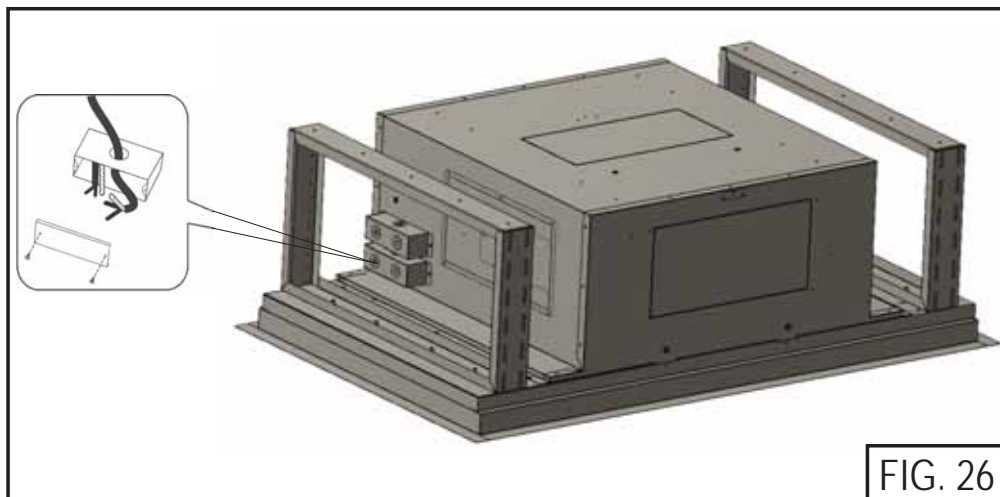

FIG. 26
1. Enlevez la plaque d'éjection de l'entrée de la boîte de câblage (Fig. 26).
4. Fixez le couvercle de la boîte de câblage avec des vis (Fig. 26). Assurez-vous que les câbles ne sont pas coincés entre le couvercle et le boîtier.